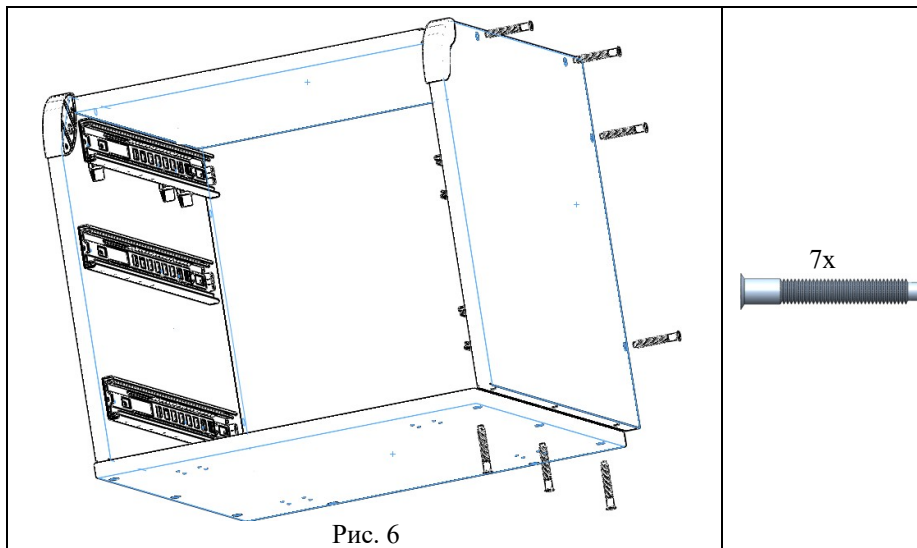

Рис. 6
5.1.7 На сборку по п.5.1.6. установить и закрепить сборку по п. 5.1.3. при помощи винтов конфирмат (поз.1, пакет №124), см.рис.6